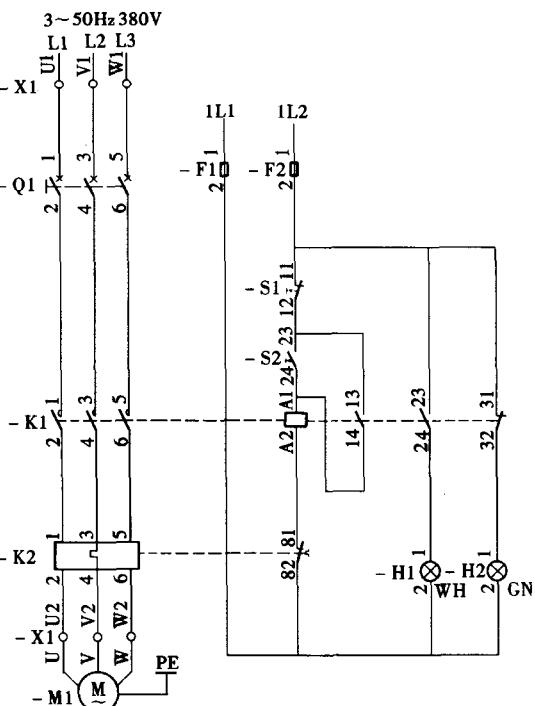

图 1-3 普通机床电气控制图
- (1) 记住图形、符号、代号的意义及作用；
- (2) 看清主回路和控制回路及各自的电压大小，动合（常开）、动断（常闭）触点的位置，控制的设备，见图 1-3；
- (3) 找出回路上各种保护元件，如熔断器、热继电器、时间继电器等及规格；
- (4) 看清各操作开关、按钮的位置、控制的设备，如电源开关、启动和停止按钮、行程开关等；
- (5) 其他有关内容，如照明灯具电压、熔断片（丝）规格、操作程序说明等。